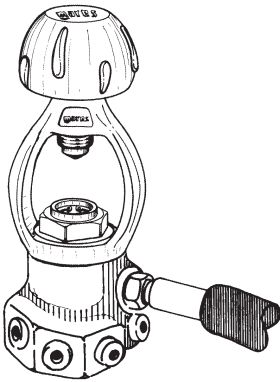

Fig. 1a
- Pression maximum 232 bar (étrier international CGA 850) Fig. 1a.